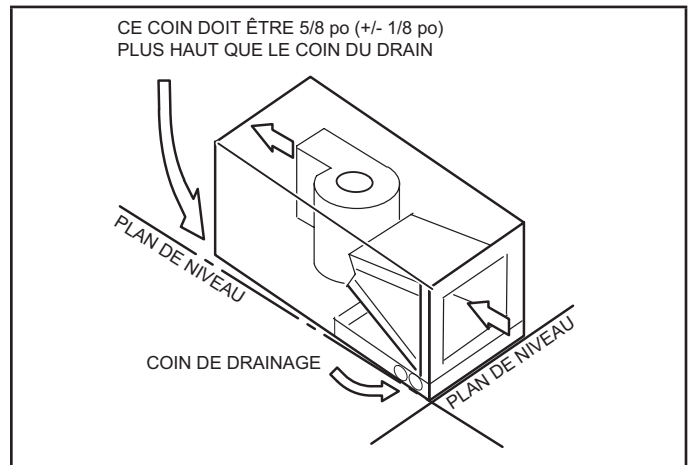

FIGURE 7. Inclinaison de l'unité pour un drainage correct
- 3 - Placez l'appareil de manière à ce qu'il soit incliné vers l'extrémité de la cuvette de drainage et de niveau de l'avant à l'arrière de l'appareil (voir figure 7).